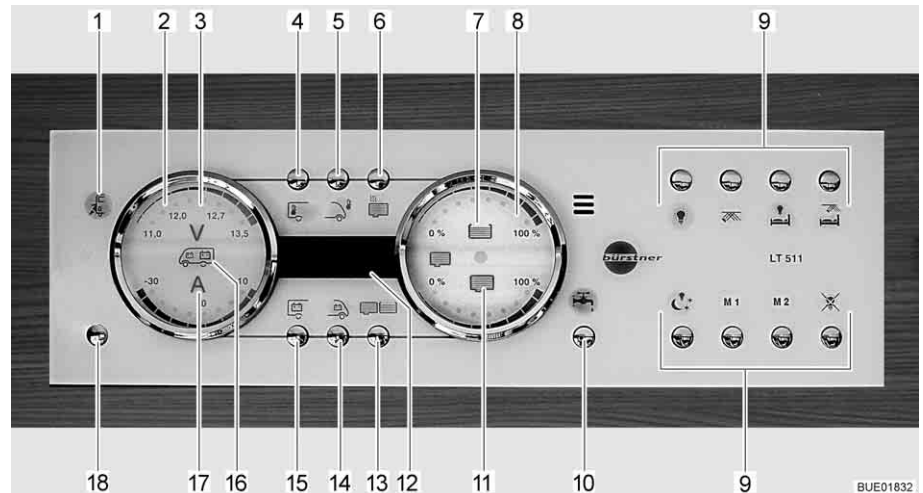

Fig. 159 Pannello di controllo LT 511
La spia di controllo a 230 V (Fig. 159,1) si accende quando all'ingresso della centralina elettrica è presente una tensione di rete.
L'interruttore principale a 12 V (Fig. 159,18) inserisce o disinserisce il pannello di controllo e l'alimentazione a 12 V dell'abitacolo.
- Premere brevemente il tasto dell'alimentazione a 12 V (Fig. 159,18). L'alimentazione a 12 V dell'abitacolo è inserita. L'indicatore di controllo "12 V" si accende.
- ▷ Se dopo l'accensione il LED "11,0" dell'indicazione dei Volt nonché il simbolo dei Volt "V" (Fig. 159,3) nell'indicatore delle batterie (Fig. 159,2) lampeggiano, significa che la tensione della batteria dell'abitacolo è insufficiente. Caricare la batteria.
- ▷ Se dopo l'accensione l'indicatore di controllo "12 V" e il simbolo dei Volt "V" (Fig. 159,3) lampeggiano tre volte, significa che la separazione della batteria è attivata. Disattivare la separazione della batteria.
- Premere brevemente il tasto dell'alimentazione a 12 V (Fig. 159,18). L'alimentazione a 12 V dell'abitacolo è disinserita. L'indicatore di controllo "Alimentazione a 12 V" si spegne.
- Premere il tasto della batteria dell'abitacolo (Fig. 159,15) e tenerlo premuto per ca. 10 secondi. Il simbolo dei Volt "V" (Fig. 159,3) e l'indicatore di controllo "12 V" lampeggiano tre volte. La batteria dell'abitacolo è separata dalla rete di bordo da 12 V.
- Premere il tasto "Alimentazione a 12 V" (Fig. 159,18) e tenerlo premuto per ca. 5 secondi. Il simbolo dei Volt "V" (Fig. 159,3) e l'indicatore di controllo "12 V" lampeggiano tre volte. La batteria dell'abitacolo è collegata alla rete di bordo a 12 V. L'indicatore di controllo si accende dopo ca. 5 secondi.
- Premere il tasto della batteria dell'abitacolo (Fig. 159,15). Il simbolo dei Volt "V" (Fig. 159,3) si accende. Il simbolo degli Ampere "A" (Fig. 159,17) diventa bianco o rosso a seconda del caricamento o dello scaricamento. La tensione della batteria e la corrente della batteria dell'abitacolo vengono indicate attraverso i LED nell'indicatore.
- Premere il tasto della batteria di avviamento (Fig. 159,14). Il simbolo dei Volt "V" (Fig. 159,3) si accende. La tensione della batteria della batteria di avviamento viene indicata attraverso i LED nell'indicatore.
- Premere il tasto dei serbatoi (Fig. 159,13). I simboli del serbatoio dell'acqua (Fig. 159,7) e del serbatoio delle acque grigie (Fig. 159,11) si accendono. I livelli di riempimento del serbatoio dell'acqua (scala superiore) e del serbatoio delle acque grigie (scala inferiore) sono indicati dai LED nell'indicatore.
Il simbolo del serbatoio dell'acqua (Fig. 159,7) o il simbolo del serbatoio delle acque grigie (Fig. 159,11) lampeggia se il serbatoio dell'acqua è vuoto o il serbatoio delle acque grigie è pieno.
Attraverso l'indicatore digitale (Fig. 159,12) è possibile visualizzare la temperatura interna e la temperatura esterna.
- Premere il tasto della temperatura interna (Fig. 159,4). Viene indicata la temperatura interna.